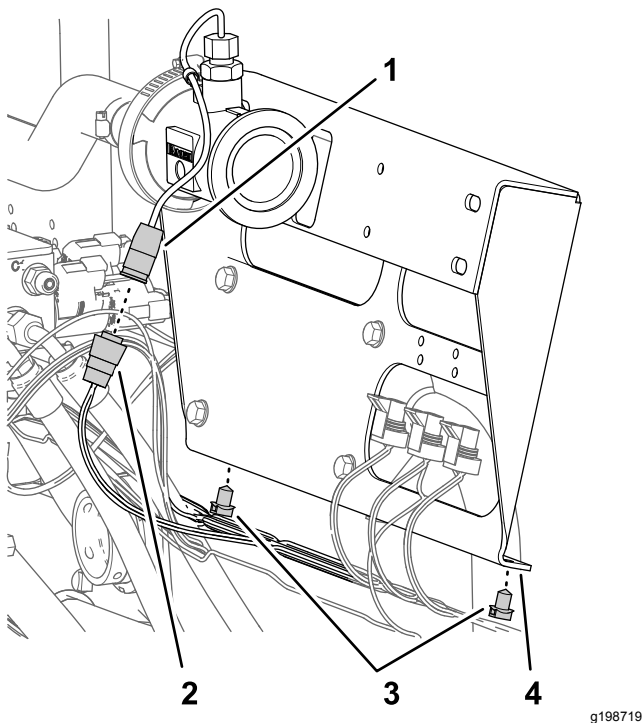

图 72
1. 从流量计的 3 针接头断开标有流量计的机器线束 3 插槽接头图 72。
2. 从喷洒段阀支架的底部法兰卸下机器线束的 2 个推进式紧固件图 72。